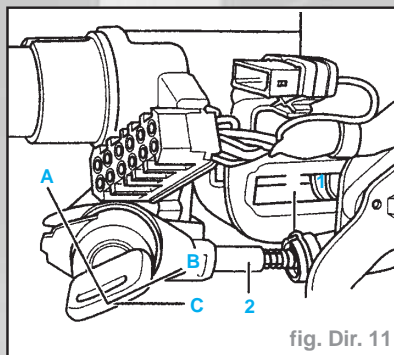

fig. Dir. 11
- Tourner la clé de contact (C) en position "contact mis" position "B" (fig. Dir. 11).
- Enfiler le câble de blocage (2) sur le boîtier d'antivol de direction jusqu'à ce que l'étrier métallique (1) s'encliquette.